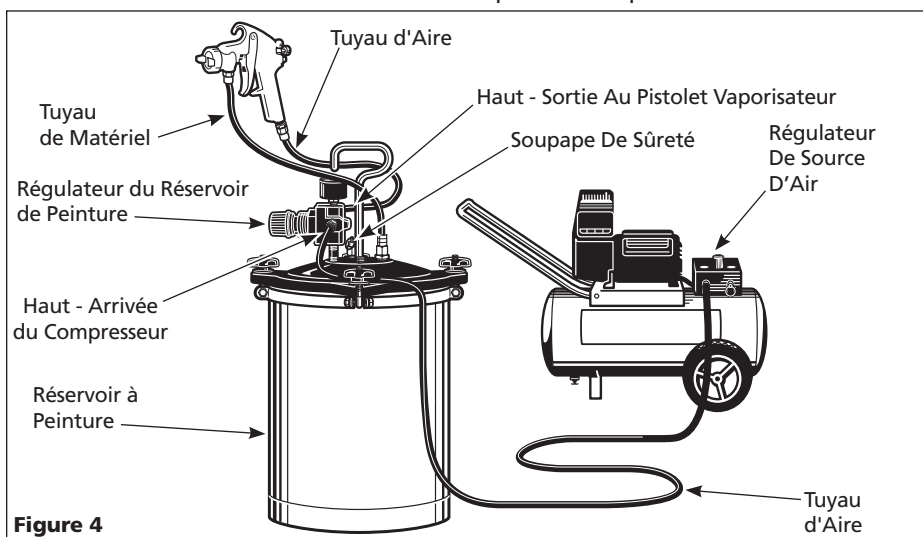

Figure 4
Les raccordements corrects pour l'utilisation avec un réservoir de peinture pressurisé sont illustrés dans la Figure 4. Se référer aux illustrations fournies avec le réservoir de peinture pour les raccordements et l'usage. **NE PAS UTILISER UN RÉSERVOIR POUR PEINTURE SANS LIRE CES DIRECTIVES.**
6. Le bouton de soupape pression / siphon doit être serré au sens des aiguilles d'une montre (en direction S) lorsque vous utiliser un réservoir à peinture pressurisé, comme illustré dans la Figure 4. Ceci empêche l'échappement d'air pressurisé de l'orifice de soupape de pression du godet lorsque le godet n'est pas utilisé.